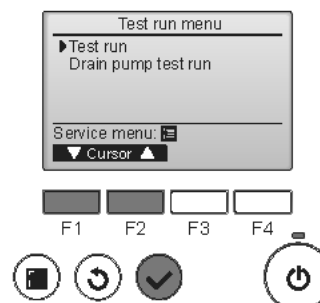

Fig. 8-2
- 2 Выберите режим "Тестовый прогон" в Меню тестового прогона и нажмите кнопку [ВЫБОР]. (Fig. 8-2)